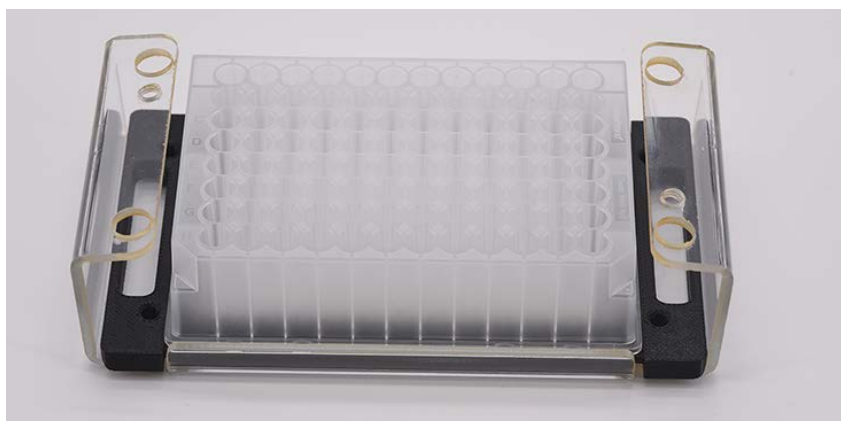

Figura 101 Estación de acoplamiento de microarrays con una bandeja de 96 pocillos profundos
- 3 Coloque una bandeja de 96 pocillos profundos (n.º de referencia P60-20 de Agilent o 12-566-120 de Fisher) en la estación de acoplamiento de microarrays con la base de la bandeja (**Figura 101**).